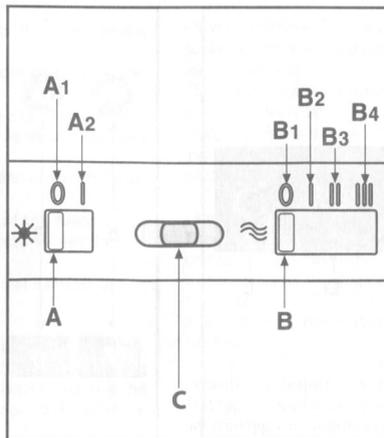

Fig.7
• **Сигналы управления (Рис.7) slider-** символика указана ниже: